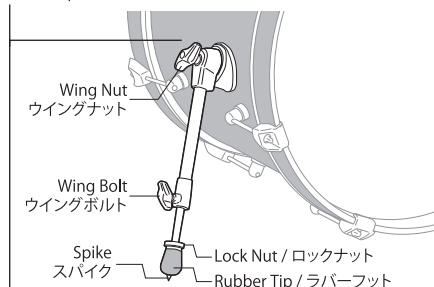

Fig.14
- Position the Bass Drum upright and set the Bass Drum Spurs as shown with the front of the drum about an inch off the floor (Fig.14). The Bass Drum Spurs have spike tips for slip resistance. To use these turn the Lock Nut and Rubber Tip clockwise to expose the spike. Adjust as needed for floor surface (Fig.14).
バスドラムを横向きに置き、バスドラムスパーのウイングナットを調整可能になるまで緩めて、Fig.14のような角度にした後、再びウイングナットを固定します。両側のスパー先端のウイングボルトを緩め、前面のフープが約25mm床から浮く位置で両側のハンドルを固定します。先端のロックナットを緩め、ラバーフットを回転させるとスパイクが出てきます。演奏中にバスドラムが動いてしまう場合、有効です。スパイクを使わない場合でも、ロックナットとラバーフットが動かないよう、両方を締め固定してください (Fig.14)。